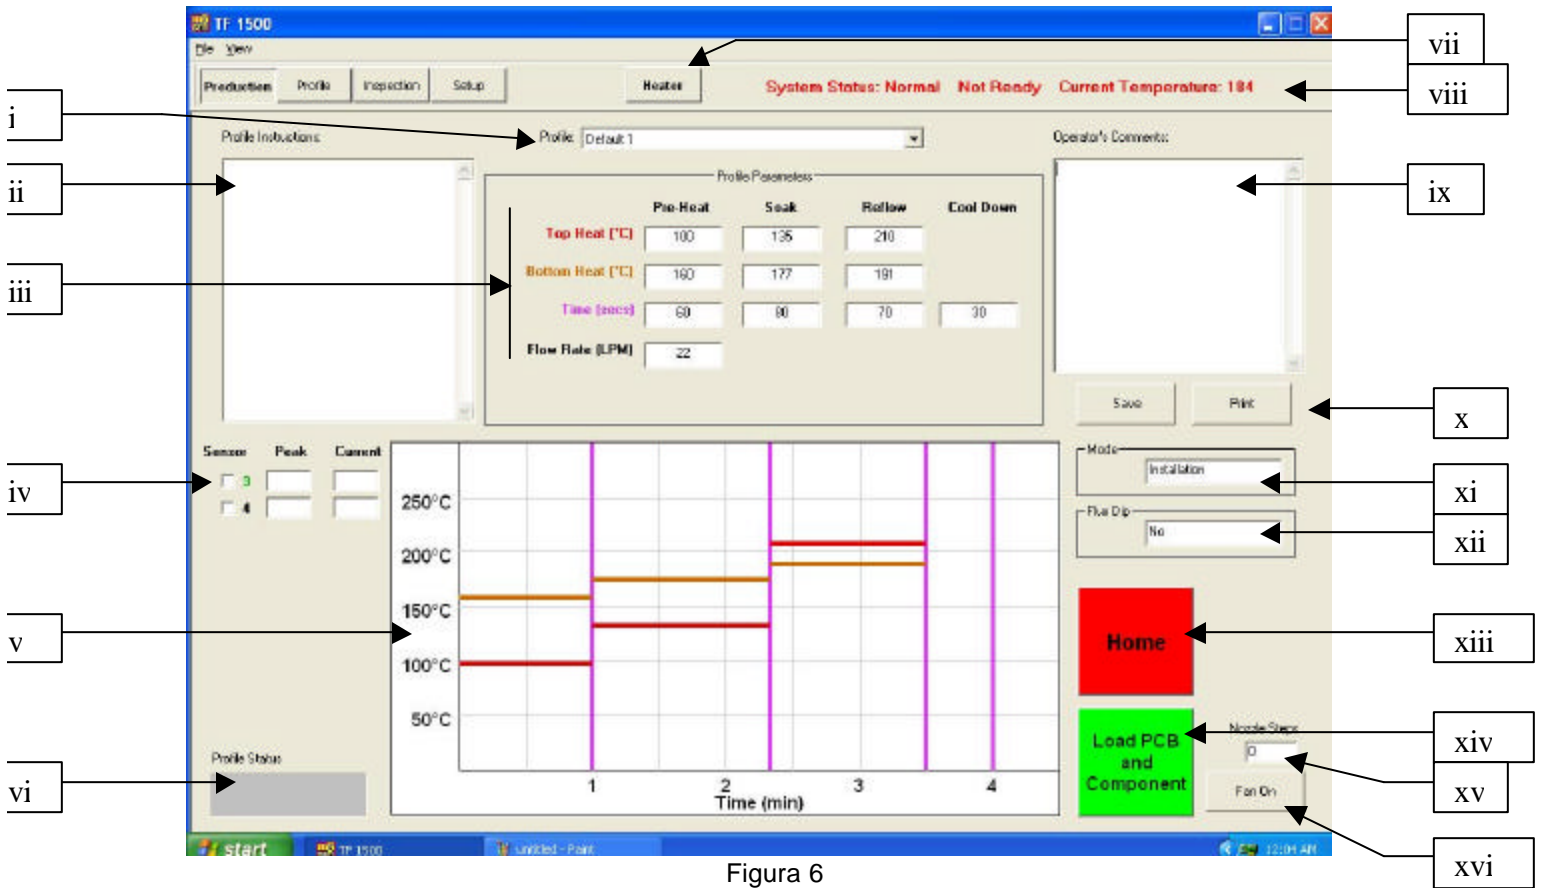

Figura 6
g. Funciones de la pantalla de producción (Figura 6)